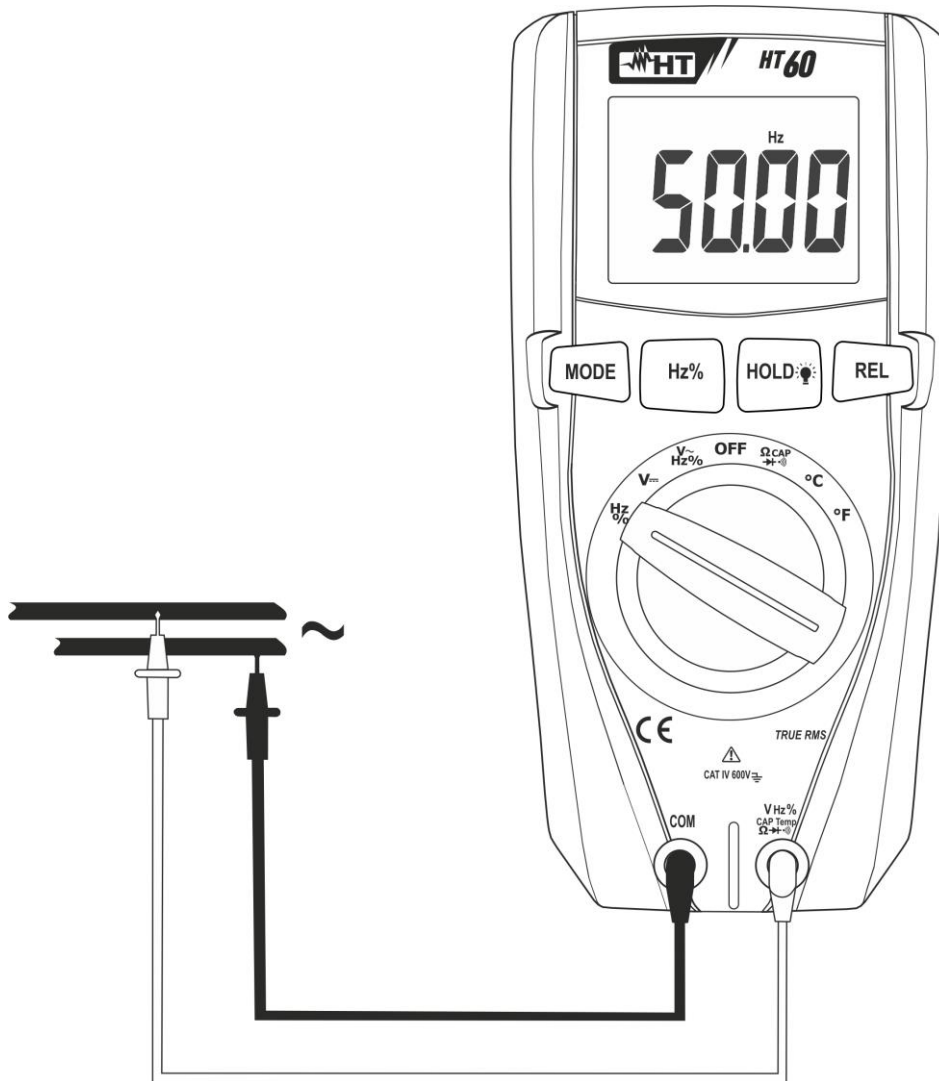

Fig. 6: Uso do instrumento para medir Frequências e o Ciclo de Trabalho (Duty Cycle)
3. Colocar as ponteiros nos pontos pretendidos do circuito em exame (ver Fig. 6). O valor da frequência é apresentado no display